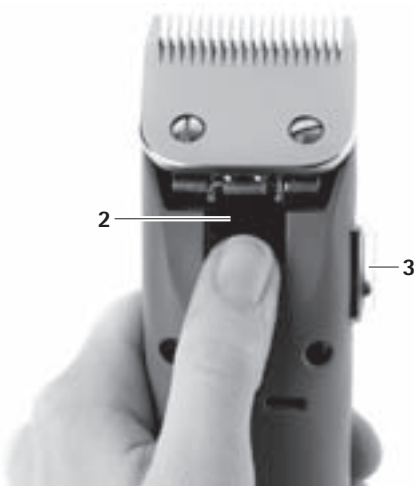

Fig. 4
- Per disattivare la tosatrice FAV5 premere l'interruttore di accensione/spengimento 3, vedere Fig. 4.
- Premere il bloccaggio della testa di tosatura 2, vedere Fig. 4.